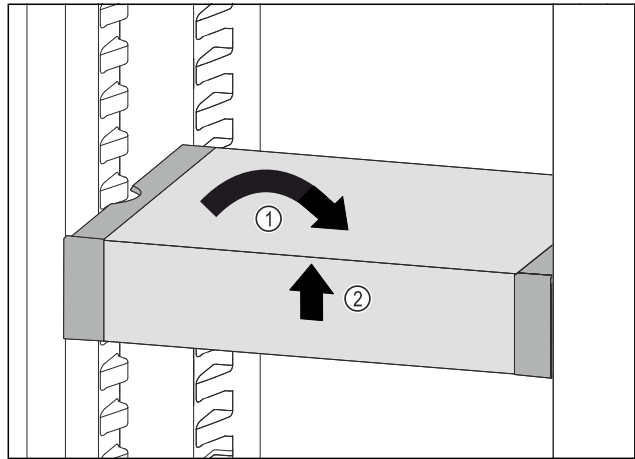

Fig. 125
- Remettre le VarioSafe droit. Fig. 125 (1)
- Soulever la partie avant du VarioSafe. Fig. 125 (2)